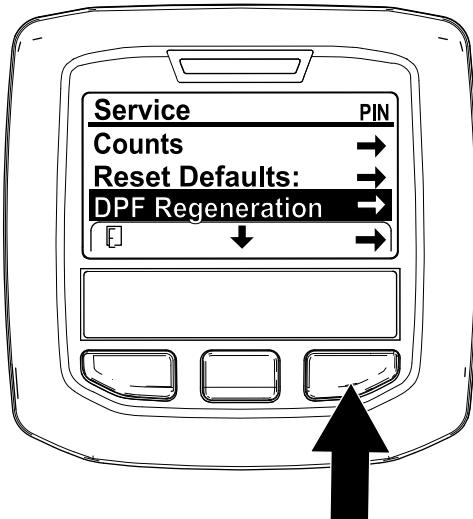

Figura 36
1. Acceda al menú Service (Servicio), pulse el botón central para desplazarse hacia abajo, hasta la opción DPF REGENERATION (Regeneración de DPF) (Figura 36).
- Pulse el botón derecho para seleccionar la opción DPF Regeneration (Regeneración de DPF) (Figura 36).